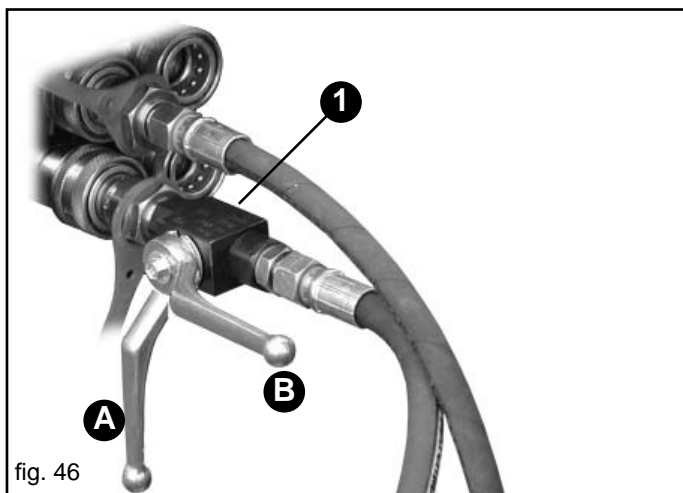

fig. 46
I cilindri oleodinamici, a doppio effetto, permettono il ripiegamento del segnafile. Il dispositivo segnafile è dotato di una valvola che aziona alternativamente i due bracci, riducendo l'impiego ad un unico distributore oleodinamico della trattrice. Il tubo oleodinamico di mandata è dotato di un rubinetto (1, Fig. 46) necessario ad escludere il funzionamento del segnafile. **Durante il trasporto stradale della seminatrice, la maniglia del rubinetto deve essere posta nella posizione (A, Fig. 46), per evitare l'apertura accidentale del segnafile, viceversa in posizione (B) durante il lavoro.** Quando l'impianto non viene utilizzato proteggere gli innesti rapidi con gli appositi cappucci ed alloggiare i tubi oleodinamici nell'apposito supporto.
- 5) Prima di azionare il dispositivo segnafile, appoggiare la seminatrice a terra e portare la leva del rubinetto in posizione (B) Fig. 46.
- 8) Portare la leva del rubinetto in posizione (A) Fig. 46.